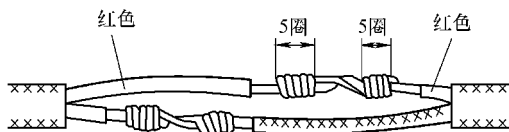

图 4-37 双芯线的对接
3) 双线芯的对接。将两根双线芯线头剖削成如图4-37所示的形式。连接时,将两根待连接的线头中颜色一致的线芯按小截面直线连接方式连接。同样,将另一颜色的线芯连接在一起。